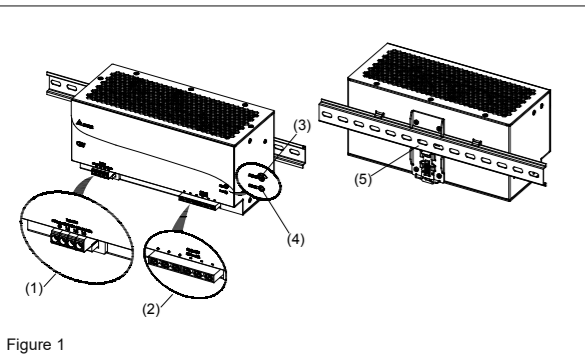
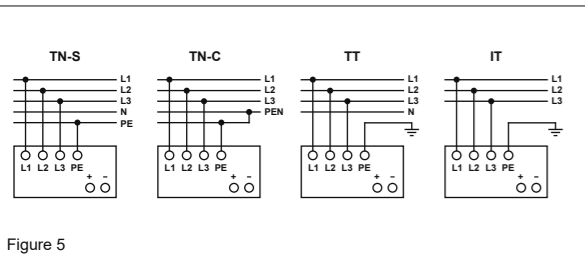

Figure 1
Figure 5
### 2. Gerätebeschreibung (Abb. 1)
#### 5.1. Anschluss der Eingangsklemmen (Abb. 1, Abb. 5)
Verwenden Sie die Eingangsklemmen L1, L2, L3 und PE (Schutzleiter), um den 3-phasigen 400-500Vac-Anschluss herzustellen. Abb. 5 zeigt den Anschluss an die unterschiedlichen Netztypen (Zur Optimierung des EMV-Verhaltens empfehlen wir die Verwendung eines vieradrigen Eingangskabels).
#### 5.2. Anschluss der Ausgangsklemmen (Abb. 1 (2))
Verwenden Sie die Schraubklemmen „+“ und „-“, um den 24Vdc-Anschluss herzustellen. Am Ausgang stehen 24Vdc zur Verfügung. Die Ausgangsspannung kann am Potentiometer zwischen 24 und 28Vdc eingestellt werden. Die grüne LED „DC OK“ zeigt die korrekte Funktion des Ausgangs an (Abb. 1 (4)). Das Gerät verfügt über einen Kurzschluss-, Überlast- und Überspannungsschutz, der auf 35Vdc begrenzt ist.